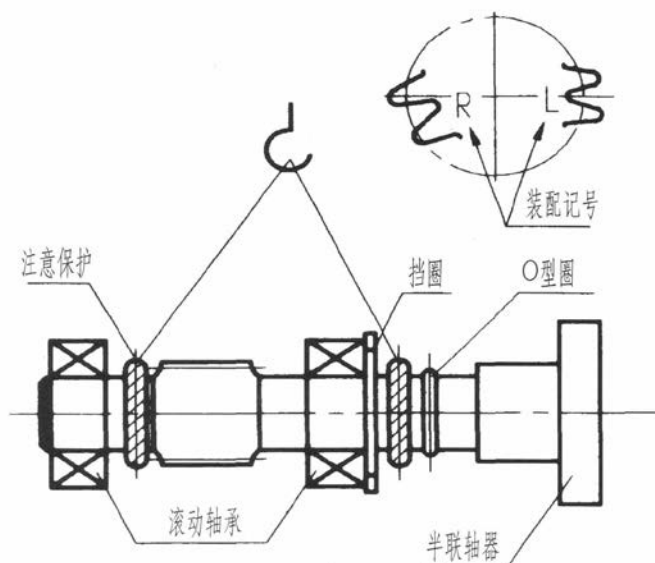

图 1-10 输入轴组件吊装
3.3.2.1 先将半联轴器装在输入轴上。注意安装前应将 O 形橡胶密封圈和轴承挡圈套在输入轴上（见图 1-10）。将已清洗干净的输入轴组件水平吊起，缓慢地将两端轴承放在轴承座孔内（滚动轴承内注入少量润滑脂），将齿轮端面打印的字符 L 朝左，R 朝右（向电机方向看），并处于水平位置。